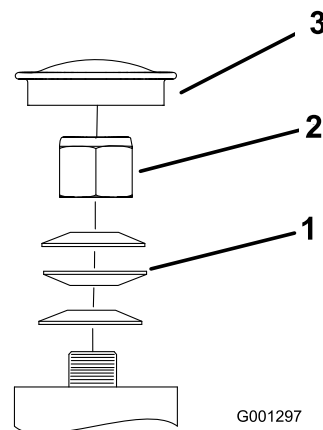

Figura 48
Importante: Asegúrese de que las arandelas de muelle están correctamente instaladas, según muestra Figura 48.
5. Coloque el tapón anti-polvo (Figura 48).
3. Retire el tapón anti-polvo de la rueda giratoria y apriete la contratuerca (Figura 48).
4. Apriete la contratuerca hasta que las arandelas de muelle estén planas, luego afloje 1/4 de vuelta para establecer la pre-carga correcta de los cojinetes (Figura 48).